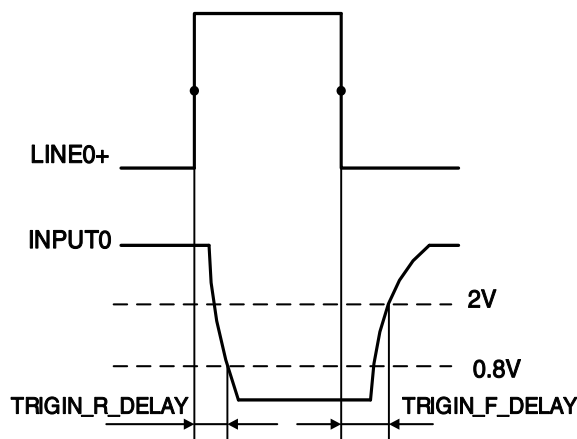

图 7-2 光耦隔离输入电路参数
- 上升沿延时时间：<50μs（0°C~45°C），参数说明见图 7-2
- 下降沿延时时间：<50μs（0°C~45°C），参数说明见图 7-2
- 输入上升沿延时：<2 $\mu$ s (0 $^{\circ}$ C~45 $^{\circ}$ C)，参数说明见图 7-2
- 输入下降沿延时：<2 $\mu$ s (0 $^{\circ}$ C~45 $^{\circ}$ C)，参数说明见图 7-2